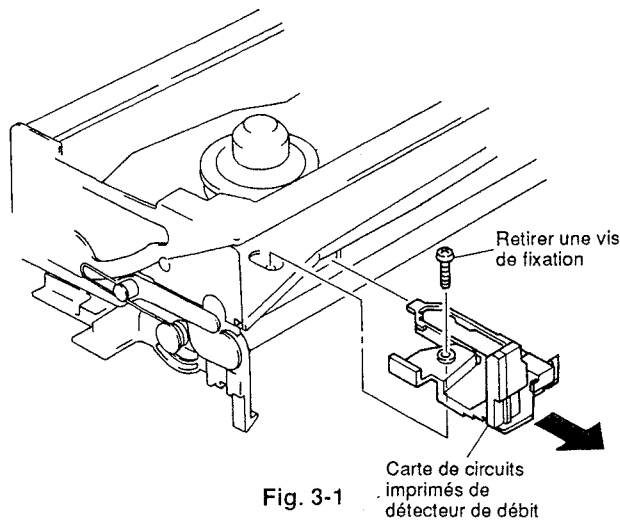

Fig. 3-1
- 3) Dégager la carte de circuits imprimés de détecteur de débit en agissant dans la direction indiquée par la flèche. (Se reporter à la figure 3-1)